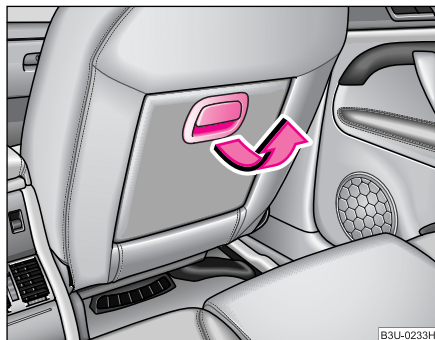

Fig. 55 Scaunul pasagerului dreapta: spătar pliabil - partea centrală
- Trageți mânerul în sensul indicat de săgeată ♥ fig. 55 și lăsați partea centrală a spătarului în jos.